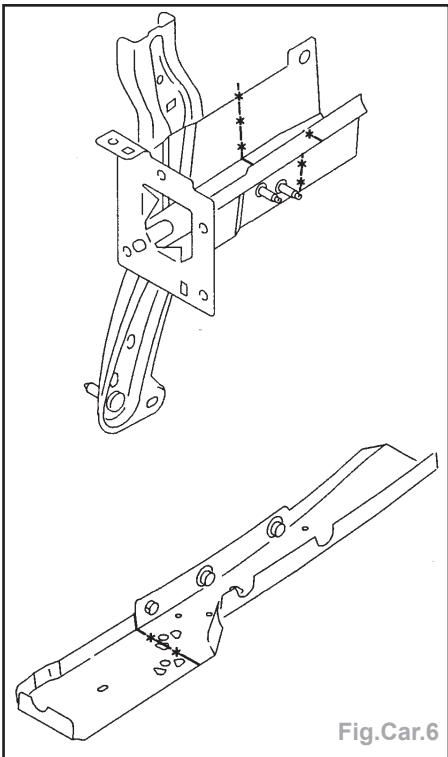

Fig.Car.6
- Tracer et découper à l'aide d'une scie (Fig.Car.6).